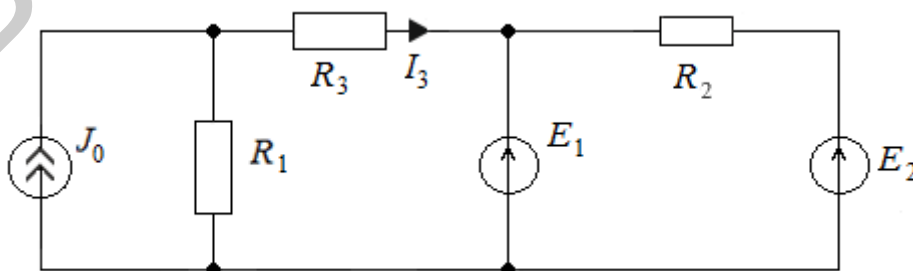

Рис. 141
74. Определить методом эквивалентного генератора ток I_3 в сопротивлении R_3 (рис. 141), если $J_0 = 2$ А; $E_1 = 8$ В; $E_2 = 30$ В; $R_1 = 10$ Ом; $R_2 = 10$ Ом; $R_3 = 2$ Ом.